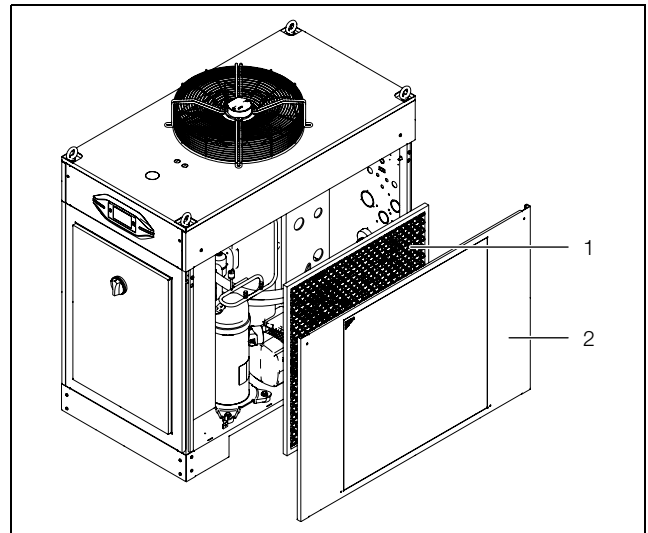

Abb. 15: Seitenwand demontieren
- Demontieren Sie die Seitenwand (Abb. 15, Pos. 2) des Chillers und stellen oder legen Sie sie sicher ab.
- Setzen Sie den Metallfilter (Abb. 15, Pos. 1) innen in der Seitenwand in den dafür vorgesehenen Rahmen ein und befestigen Sie ihn.